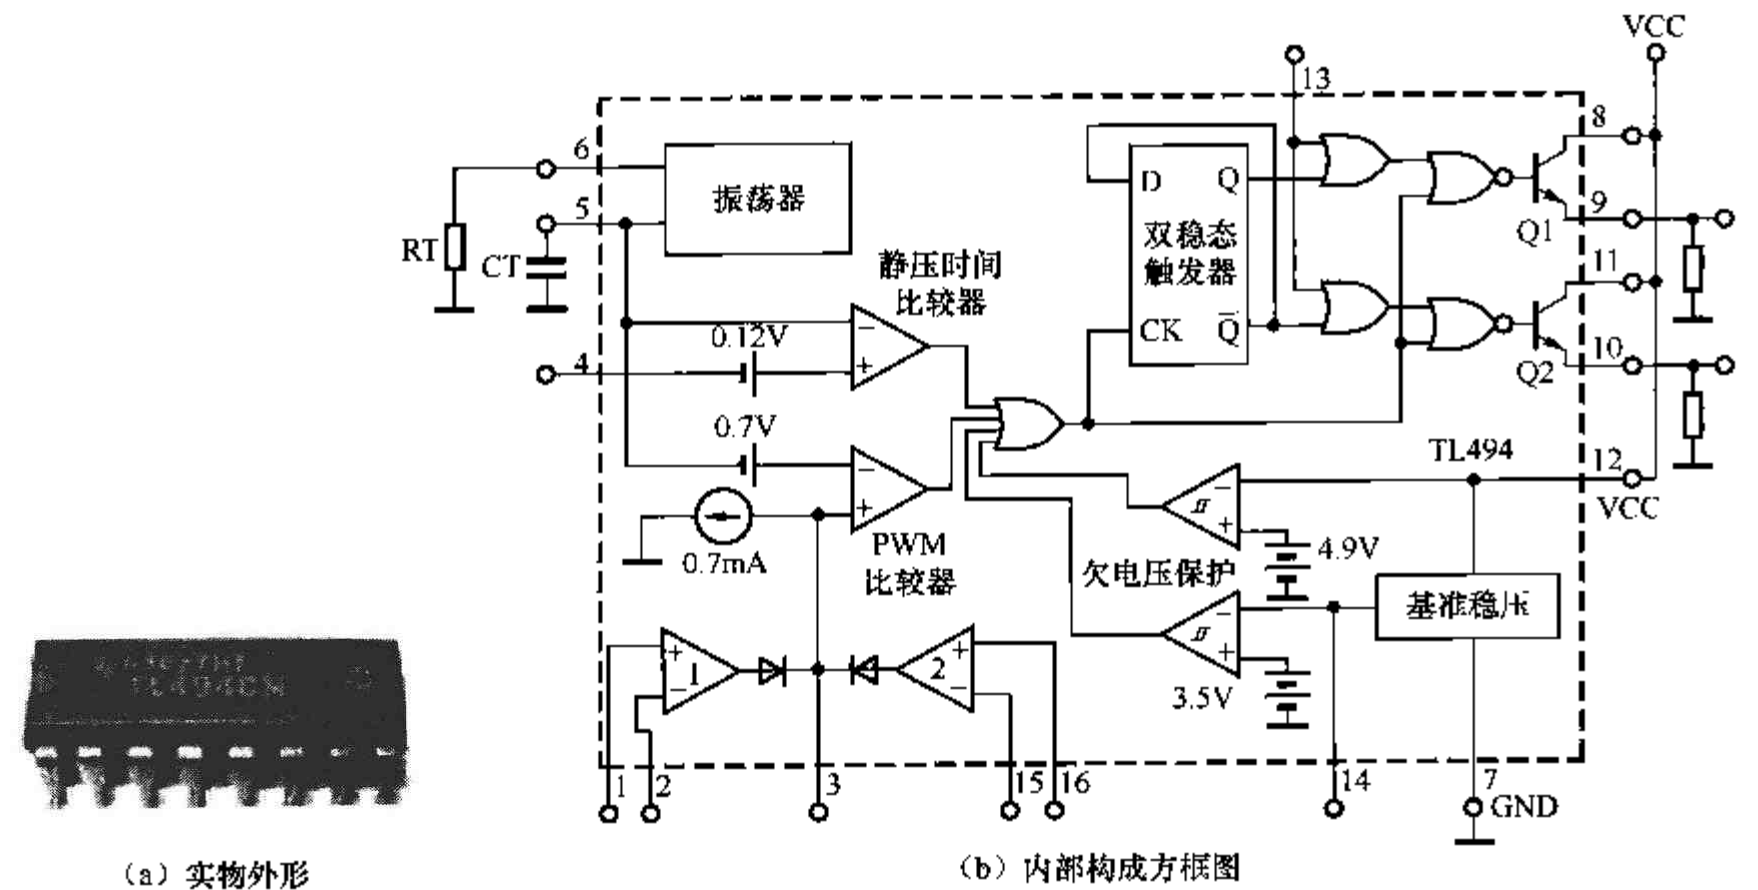

图 7-8 TL494 的实物外形与内部构成
(2) 功率变换
该变换器采用了自激启动、他励工作方式。自激式启动电路由开关管 V1、V2，电阻 R30~R33 以及变压器 T2 和 T3 等元器件组成，他励工作方式由 PWM 控制芯片 TL494 和相关元器件构成。由于 TL494 的⑬脚接 5V 电压，所以 TL494 的输出方式被设置为双端输出方式。TL494 的实物外形与内部构成如图 7-8 所示，引脚功能和维修参考数据如表 7-3 所示。